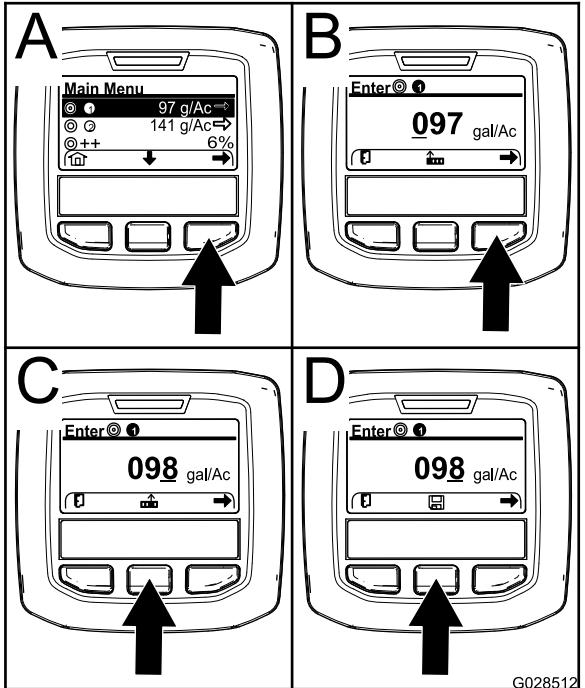

図 67
- 必要に応じ、中央ボタンを押して散布率1を表示させる図67。
- 右ボタンを押すと散布率1が選択される図67のA。
- カーソルを右の桁に移動させるには右ボタン図67のBを押す。
- 数値を大きくするには中央ボタン図67のCを押す。
**注** 中央ボタンの上に「保存」アイコンが表示されます(図67のD)。
- 中央ボタン図67のDを押して設定を保存する。